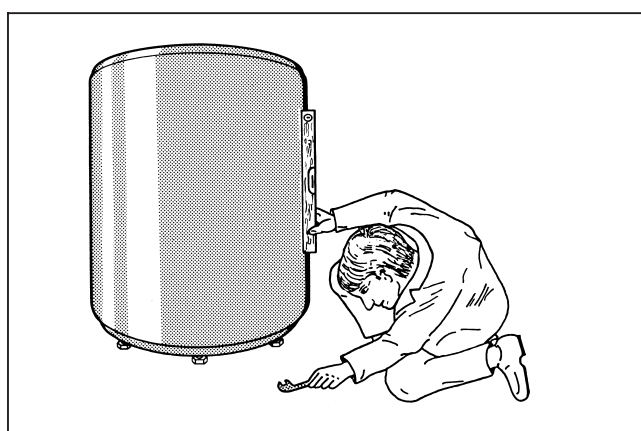

Рис. 5
- Произвести выверку бойлера по вертикали, при помощи установочных болтов (рис. 5).